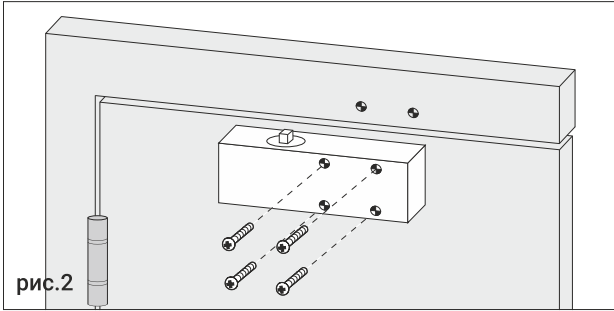

рис.2
1. Установите доводчик таким образом, чтобы винты регулировки CLOSING SPEED (закрывание двери) и LATCH SPEED (доводка двери) находились со стороны петель. Зафиксируйте обязательно четырьмя винтами М5 (шурупами), рис. 2. **Установка на два или три винта (шурупа) не допускается!**